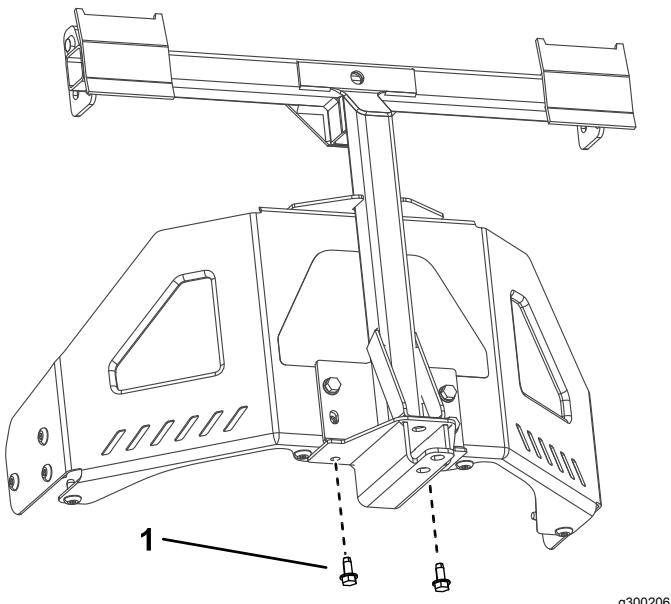

Bild 9
3. Befestigen Sie den Drehrahmen mit zwei Blechschrauben (5/16" x 3/4") an der Unterseite des Maschinenrahmens, wie in Bild 9 abgebildet.